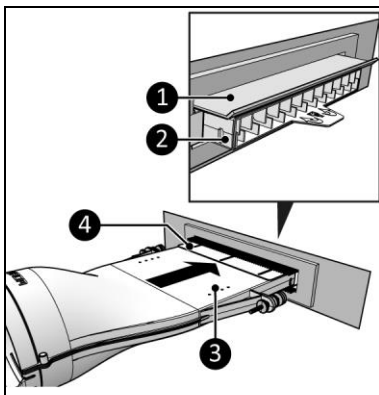

Figure 4
1. Insérez la partie principale (Figure 4, pos. 3) dans le dispositif de transfert (Figure 4, pos. 4).
2. Assurez-vous que la partie principale (Figure 4, pos. 3) dépasse de la boîte aux lettres (Figure 4, pos. 2), de façon à ce que le rabat de la boîte aux lettres (Figure 4, pos. 1) reste ouvert et repose sur la partie principale.